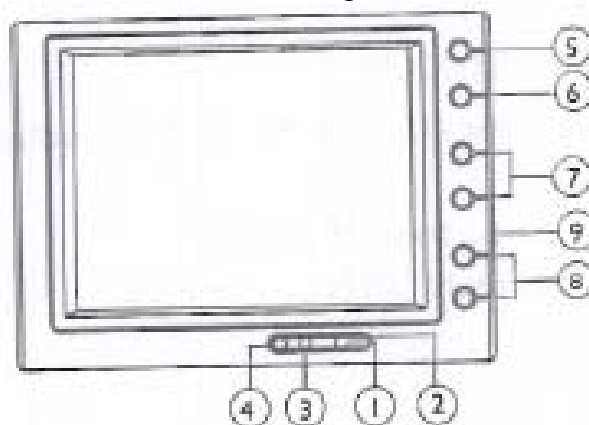

Figura 8: Monitor/pantalla lcd
| ⑥ Botón menú | <ul style="list-style-type: none"> - Al pulsar el botón “MENU”, aparece en el monitor la lista de funciones que puede seleccionar (consulte la figura 8) - El menú desaparece después de 5 segundos si no hay una entrada nueva - Puede seleccionar cada función en el menú con el botón “CH” |